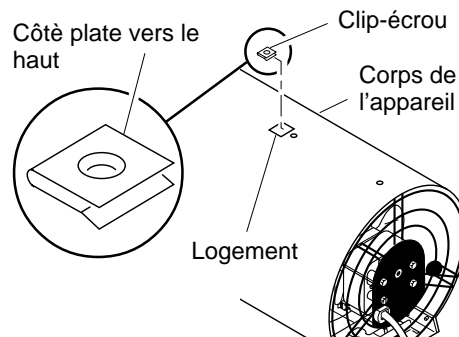

Figure 4 - Installation du clip-écrou
2. Insérer le clip-écrou (fourni avec la poignée) dans le logement du dessus du corps de l'appareil. Aligner le clip-écrou avec le trou de la vis à l'arrière du logement sur le dessus du corps de l'appareil (voir la Figure 4).